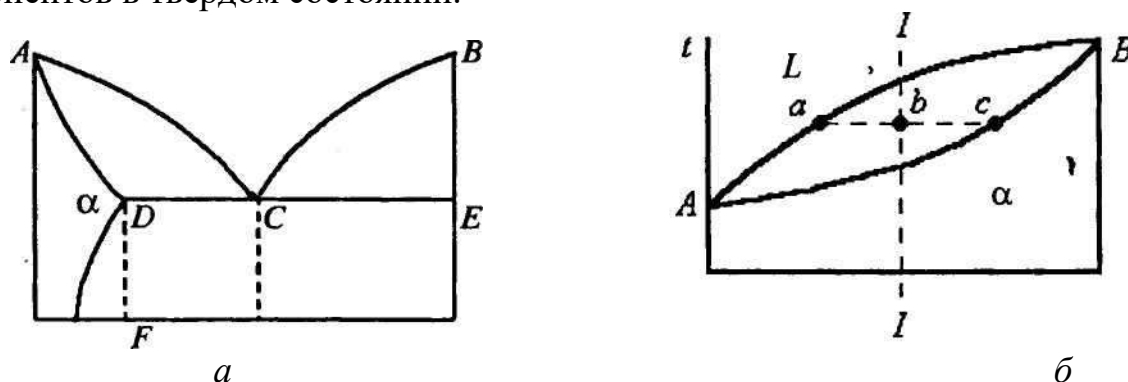

Рис. 3.11. Диаграмма состояния сплава
24. Диаграмма состояния какого типа представлена на рис. 3.11, а?
25. Какая диаграмма состояния представлена на рис. 3.11, а?